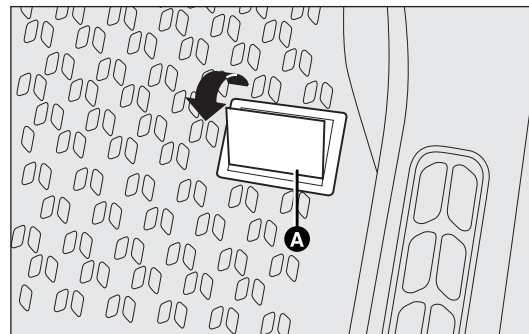

fig. 191
– en la plataforma del habitáculo, cerca del asiento delantero derecho; para acceder es necesario abrir la tapa A-fig. 191;